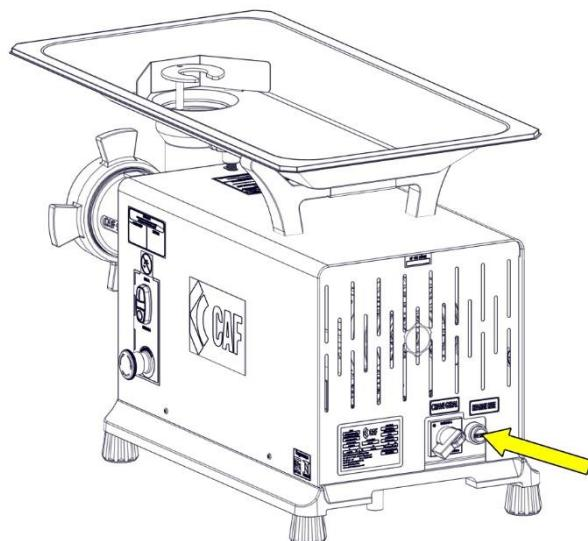
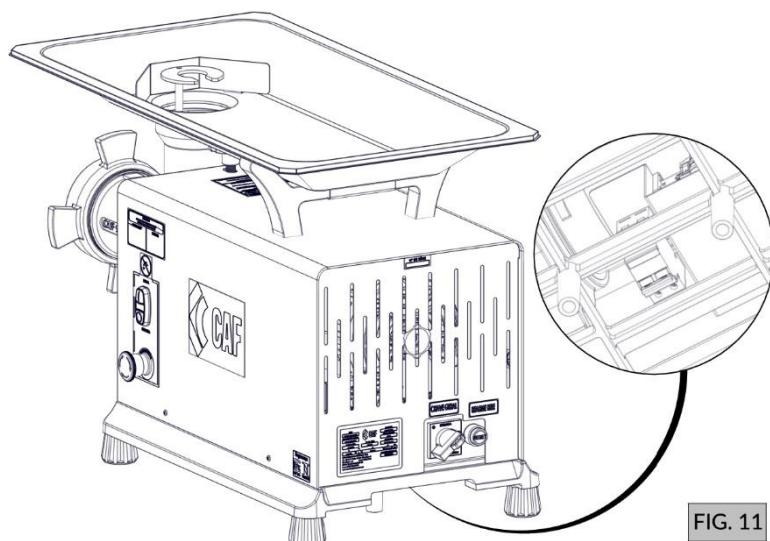

FIG. 10
FIG. 11
**ATENÇÃO:** Caso o relé de sobrecarga seja desarmado por questões de sobrecorrentes ou sobreaquecimentos, basta pressionar o botão de rearme do relé (FIG. 10), localizado em sua parte traseira, e em seguida o botão liga/desliga (FIG. 1).
Em casos de sobrecargas e curto circuitos é necessário rearmar o minidisjuntor (FIG. 11) localizado na parte inferior do moedor e em seguida pressionar o rearme do relé (FIG. 10) e o botão liga/desliga (FIG. 1).